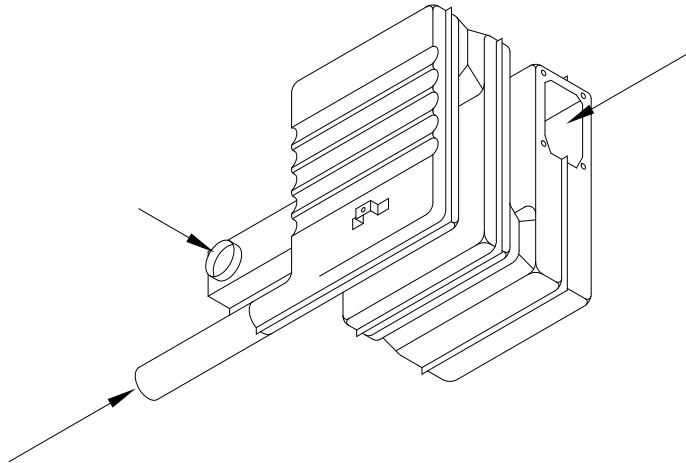
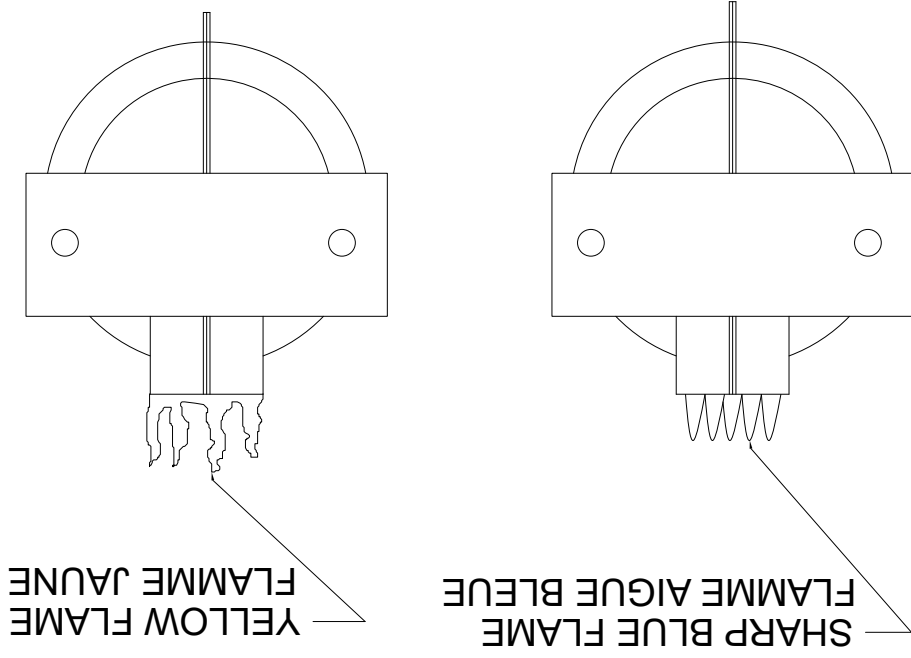

Figure 6
Figure 5
3. Observer périodiquement la flamme principale du bec pour assurer qu'elle brûle avec une flamme bleue dure avec les orifices de formation de la flamme (Voir Figure 6.) Si la flamme paraît jaune ou le bec a une flamme paresseuse, fermer le calorifère. C'est possible que le bec a besoin d'un nettoyage ou un remplacement. Pour inspecter le bec principal, enlever les quatriers (4) vis (A, B, C et D) qui fixent la porte d'accès du bec à la chambre de combustion (Voir Figure 5.) Si la rouille et la corrosion excessives sont présentes sur la surface du bec, le bec doit être nettoyé à fond ou remplacé. Le bec peut être nettoyé en utilisant une brosse métallique d'acier et soufre propre en utilisant l'air de haute compression. Contacter une personne de service qualifiée pour l'assistance.
2. **REMARQUE:** Pour observer la flamme, le devant du cabinet doit être visionnement fonctionné sur le devant de la chambre (Voir Figure 5).